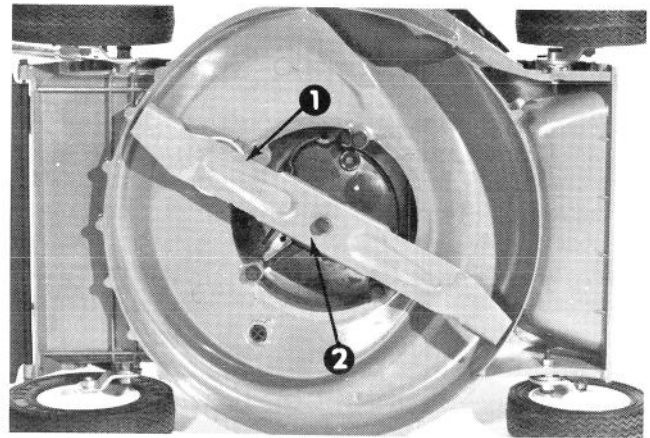

Figure 25
3. Inclinez la tondeuse sur son côté gauche. Saisissez le bout de la lame en vous servant d'un chiffon ou d'un gant bien rembourré. Enlevez la vis à tête, la rondelle de blocage, et la lame (Fig. 25).